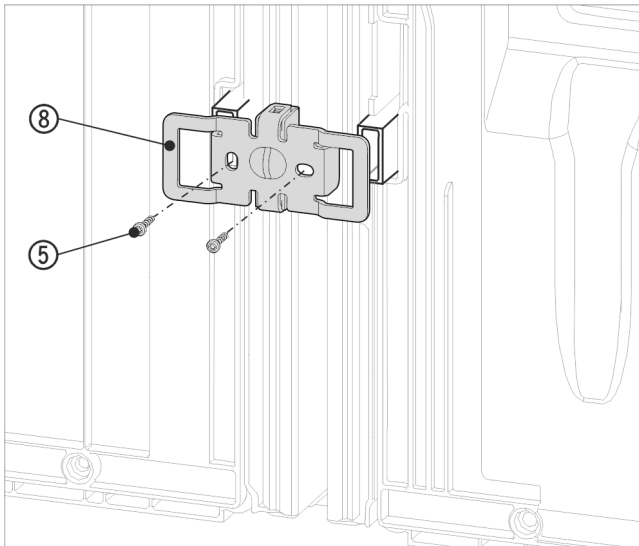

Fig. 18 Példaként szolgáló ábrázolás
- ▶ Tolja rá ismét a rögzítővasat Fig. 18 (8) a bemarásokkal a fali távtartó számára kialakított felvevőre.
- ▶ Rögzítse 2 csavarral Fig. 18 (5).